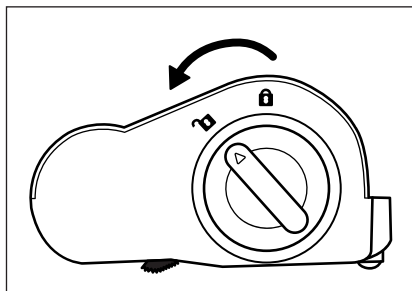

Bild 26
- 2) Lossa rullborsten **20** genom att vrida upplåsningen till rullborsten **19** mot symbolen **🔓** (öppna) (se bild 26).